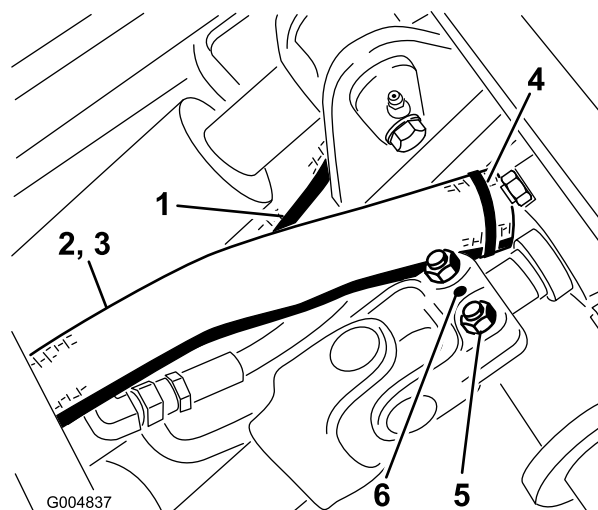

Figura 20
6. Conecte el árbol de transmisión al eje de la caja de engranajes del bastidor de invierno, y apriete los pernos (5/16 pulgada) a 20–25 N·m (175–225 pulgadas-libra). Instale el pasador cilíndrico (Figura 20).